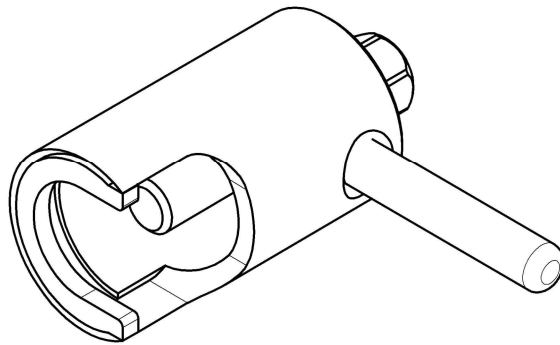

Рис. 7. Съемник крыльчатки.
4. Снять крыльчатку при помощи специального съемника (см. рис. 7)